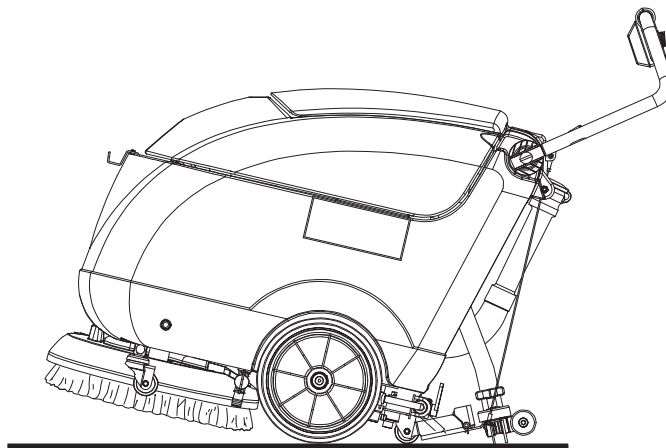

Figure 2
2. Débrancher le câble d'alimentation (21) du réseau électrique et l'enrouler autour du logement correspondant.
3. Soulever l'embouchure au moyen du levier (19).
4. Saisir le guidon (2) et le baisser légèrement jusqu'à ce que la roue arrière (7) touche le sol (Fig. 2). Tout en gardant la machine dans cette condition, la pousser dans le lieu de transport/stationnement.
5. Le travail effectué, afin de ne pas entraîner la brosse / disque sur le sol et de ne pas laisser des traces mouillées, déposer la brosse / disque de la tête à l'aide du dispositif de décrochage (pour la procédure, voir le paragraphe Après l'utilisation de la machine), et puis l'appuyer sur le support (25).